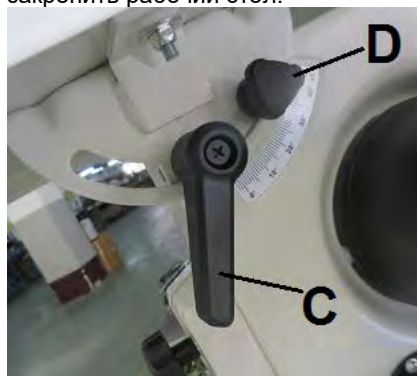

Рис. 14
- Затяните фиксатор регулировки наклона стола (С, рис. 14), чтобы закрепить рабочий стол.